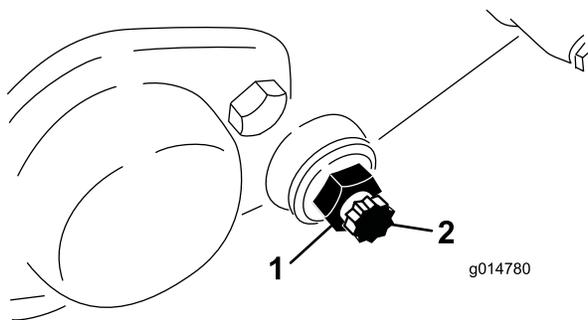

Figure 55
3. De chaque côté de la machine, desserrez l'écrou de blocage qui maintient le boulon de la barre d'appui (Figure 55).
Mettez de côté les 2 rondelles en nylon et les 2 rondelles en acier estampé de chaque côté de la barre d'appui (Figure 55).